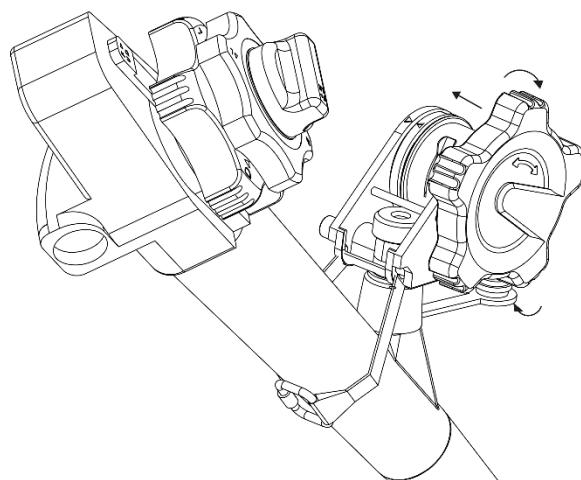
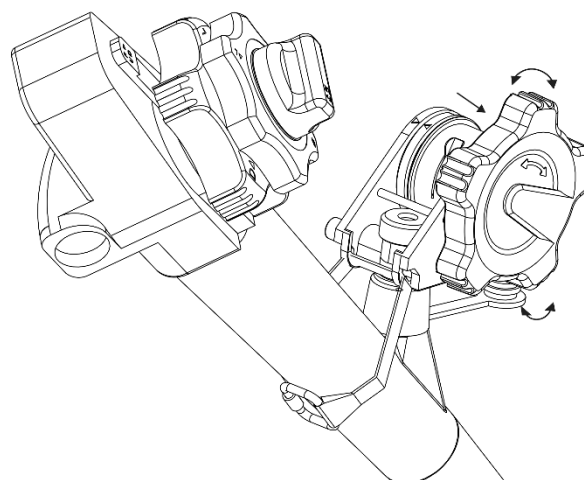

Рисунок 99
Рисунок 100
7. Установите переключатель положения вращения ручки управления в положение «Two», поворачивайте ручку управления со звуком щелчка по часовой стрелке, чтобы намотать спусковой тросик из полиэтилена на втулку ручки управления, и прекратите вращение, когда почувствуете сопротивление. Затем установите переключатель положения вращения в положение «Firing» (Рисунок 99 и Рисунок 100).